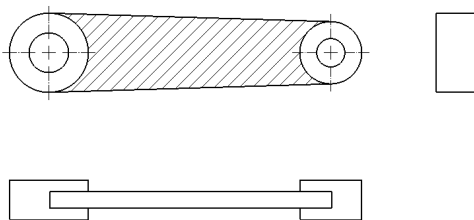

图 12-53 标注区域剖面线
(4) 单击【确定】按钮, 即可标注区域剖面线, 如图 12-53 所示。